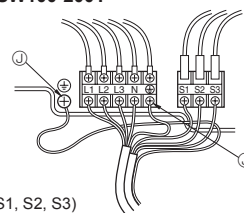

Fig. 7-2
7.1. Udendørs enhed (Fig. 7-1, Fig. 7-2)
- ① Afmonter servicepanelet.
- ② Før kablerne som angivet i Fig. 7-1 og Fig. 7-2